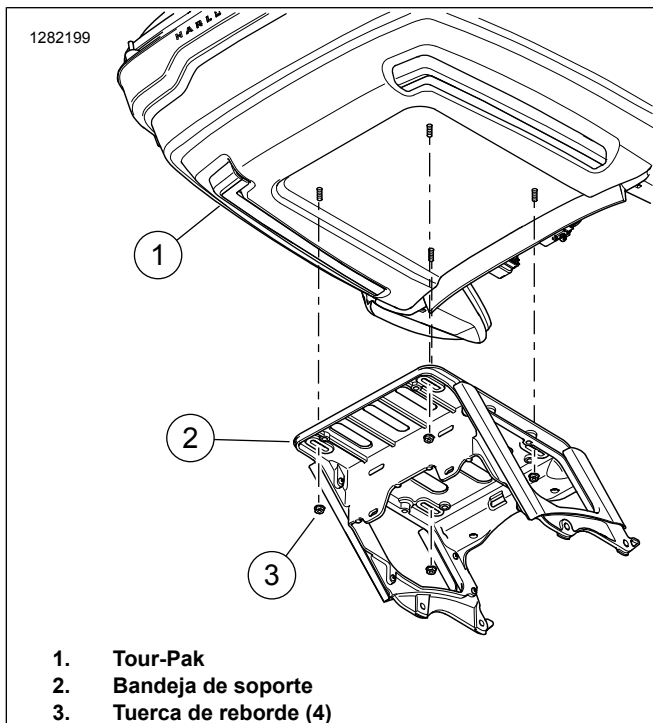

Figura 3. Montura de Tour-Pak
- b. Ver Figura 3 . Retire las tuercas de reborde (3) que sujetan el Tour-Pak a la bandeja de soporte.